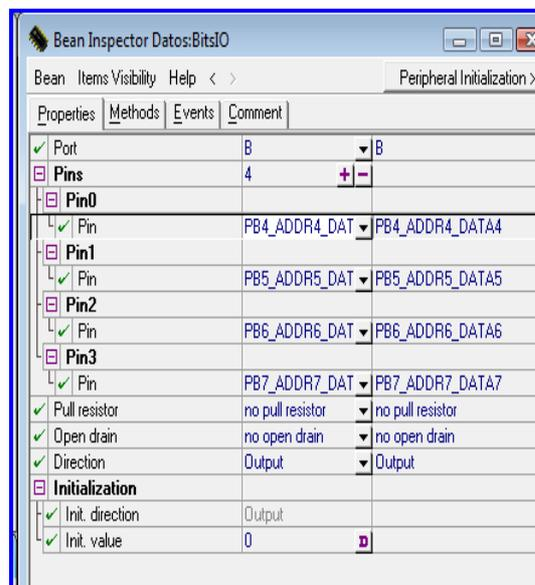

Figura 4.140 Configuración del bean Datos.
9.- Configurar el bean  como se muestra en la Figura 4.140.